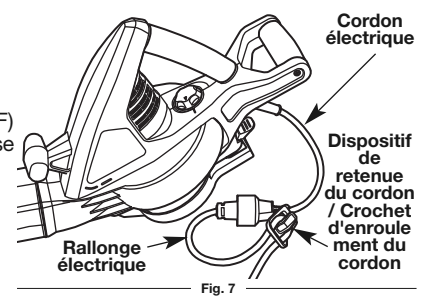

Fig. 7
1. Branchez la prise du cordon électrique sur la rallonge (Fig. 7).
2. Faites une boucle étroite avec la rallonge et faites-la passer à travers l'ouverture inférieure du dispositif de retenue (Fig. 7).
3. Déplacez la boucle sur le crochet d'enroulement du cordon et tirez délicatement sur le cordon pour la fixer dessus (Fig. 7). Cela permet d'éviter de débrancher accidentellement le cordon.
3. Débranchez la prise du cordon électrique de la rallonge (Fig. 7).